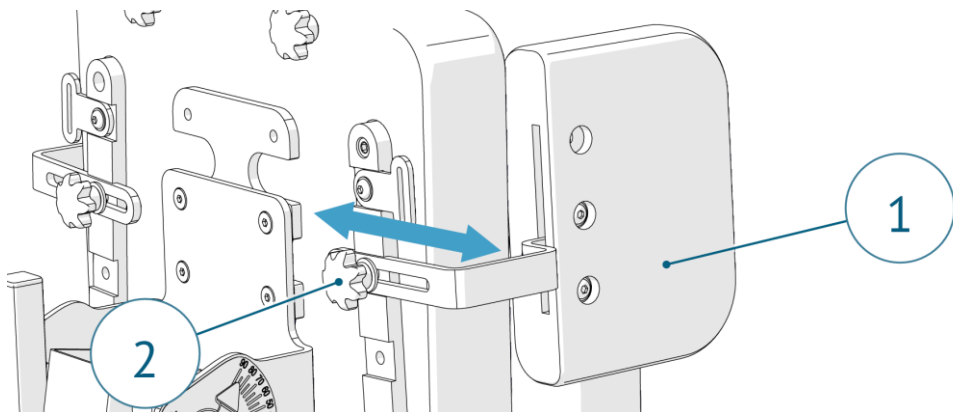

Рисунок 8. Регулировка боковых упоров для таза по ширине
Для регулировки установки бокового упора для таза по ширине ослабьте рукоятку (2). Установив нужное положение упора (1) затяните рукоятку (2) (рис.8).